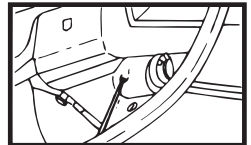

FIG. 32
1. Pour remplacer un barillet de serrure de contact d'allumage sur une colonne de direction gainée (plutôt que monobloc), enlever les vis de fixation et la partie inférieure de la gaine (voir figure 32).